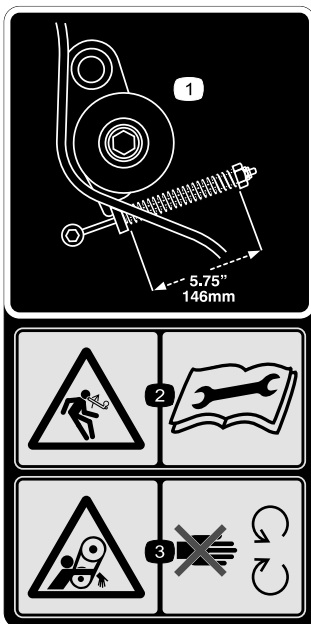

図 32
1. アイドラスプリングを 150mm 程度押し込んでベルトの張りを点検する; 図 32 を参照。